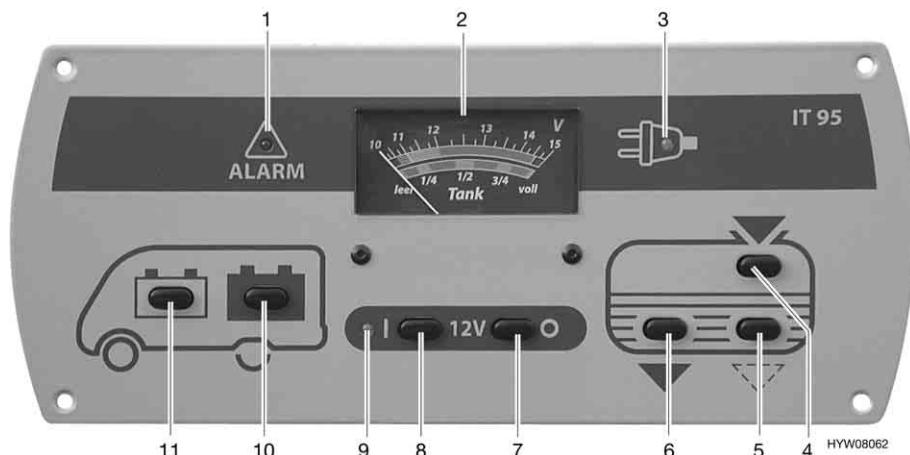

Fig. 38 Pannello di controllo (IT 95)
L'interruttore principale a 12 V (Fig. 38,7 e 8) inserisce o disinserisce il pannello di controllo e l'alimentazione a 12 V dell'abitacolo.
- Premere l'interruttore (Fig. 38,8) "I": L'alimentazione a 12 V dell'abitacolo è inserita. La spia di controllo (Fig. 38,9) diventa verde.
- Premere l'interruttore (Fig. 38,7) "O": L'alimentazione a 12 V dell'abitacolo è disinserita. La spia di controllo (Fig. 38,9) si spegne.
Per l'indicatore volt/serbatoio (Fig. 38,2) leggere la scala superiore. L'indicatore si illumina automaticamente appena viene premuto un interruttore.
- Premere l'interruttore (Fig. 38,11) "": Viene indicata la tensione della batteria di avviamento.
- Premere l'interruttore (Fig. 38,10) "": Viene indicata la tensione della batteria dell'abitacolo.
Per l'indicatore volt/serbatoio (Fig. 38,2) leggere la scala inferiore. L'indicatore si illumina automaticamente appena viene premuto un interruttore.
- Premere l'interruttore (Fig. 38,4) "": Viene indicato il livello del serbatoio dell'acqua.
- Premere l'interruttore (Fig. 38,6) "": Viene indicato il livello del serbatoio delle acque grigie.
La spia luminosa rossa "ALARM" (Fig. 38,1) inizia a lampeggiare non appena la tensione della batteria dell'abitacolo scende al di sotto di 11 V (misurazione durante il normale esercizio) con conseguente rischio che la batteria si scarichi troppo.
La spia di controllo a 12 V (Fig. 38,9) si accende non appena l'interruttore principale a 12 V (Fig. 38,8) viene inserito.
La spia gialla di controllo a 230 V (Fig. 38,3) si accende quando all'ingresso della centralina elettrica è presente una tensione di rete.